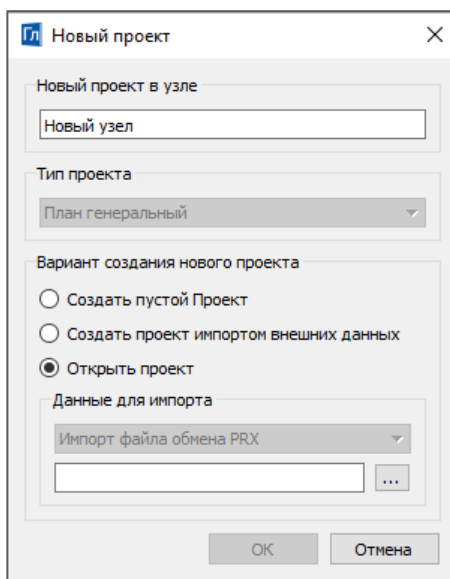

Рис. 8.1
- В диалоговом окне **Новый проект** (рис. 8.1) выберите вариант **Открыть проект**.